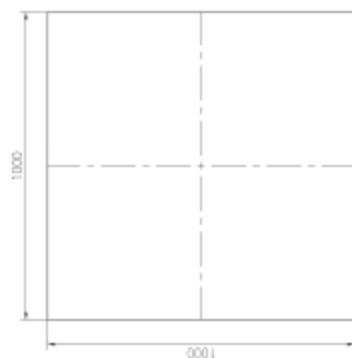
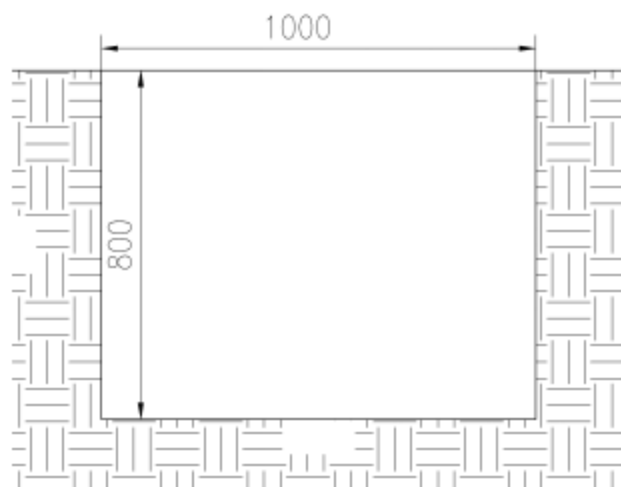

图2
图3
- 2) 按照混凝土基坑分布图（如图2），挖混凝土基坑，混凝土基坑的尺寸为1000mm×1000mm×800mm（长×宽×深），如图3；（注：安装器材各支撑立柱混凝土基坑处置不应为上大下小的形状；）